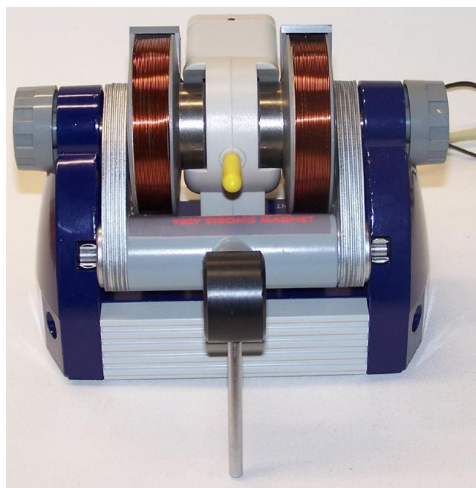

Fig. 2: Unidade base com amostra de glicerina
- Insira a amostra de glicerina (capa amarela) no alojamento da amostra (ver Fig. 2).